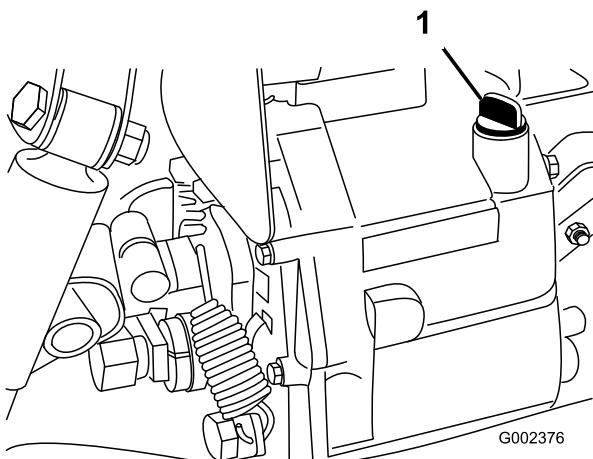

Figura 18
2. Limpe a zona em redor da vareta (Figura 18).